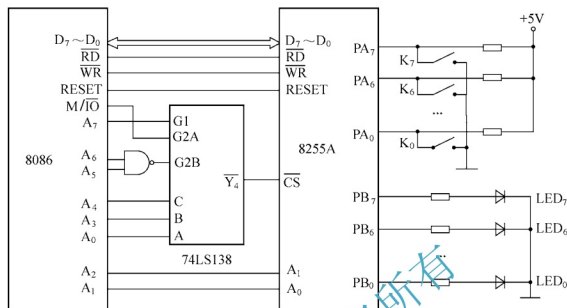

图 7.63 习题 2 图
2. 图 7.63 当 $A_7A_6A_5=111$, $A_4A_3A_0=100$ 时, $\overline{Y}_4=0$, 选中 8255A。求 8255A 四个端口的 8 位地址; 电路功能为开关 $K_7\sim K_0$ 随时控制 LED₇~LED₀ 的亮灭, 试编写程序实现功能。